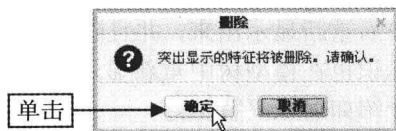

图 7-12 “删除”对话框
Step 03 弹出“删除”对话框，单击“确定”按钮，如图 7-12 所示。